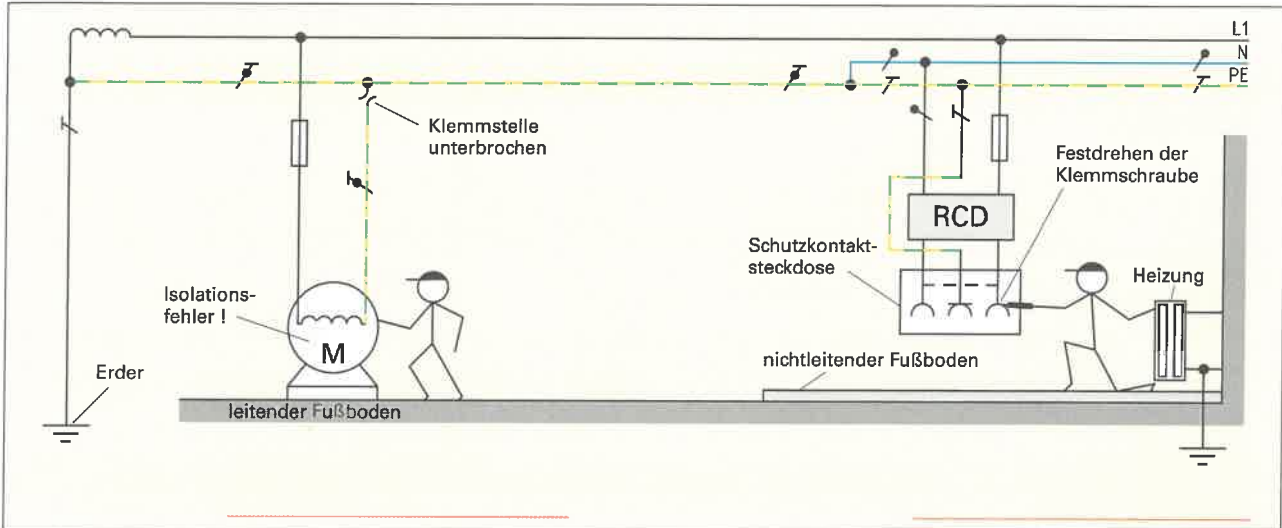

Bild 1: Elektrischer Schlag
- Ordnen Sie den beiden Berührungsarten im **Bild 1** die Begriffe „direktes Berühren“ und „indirektes Berühren“ zu.
- Tragen Sie im **Bild 1** für beide Unfälle den Verlauf des Fehlerstromes rot ein.